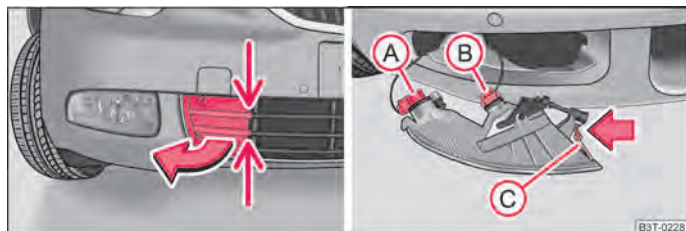

Fig. 206 Paragolpes delantero: Cubierta/faro antiniebla con luz de marcha diurna
- Coja la cubierta por los puntos indicados por unas flechas ⇒ fig. 206 - lado izquierdo, y sáquela.
- Meta la mano en la abertura, en la que se encuentra la cubierta, y haga presión contra la trampilla elástica C ⇒ fig. 206.